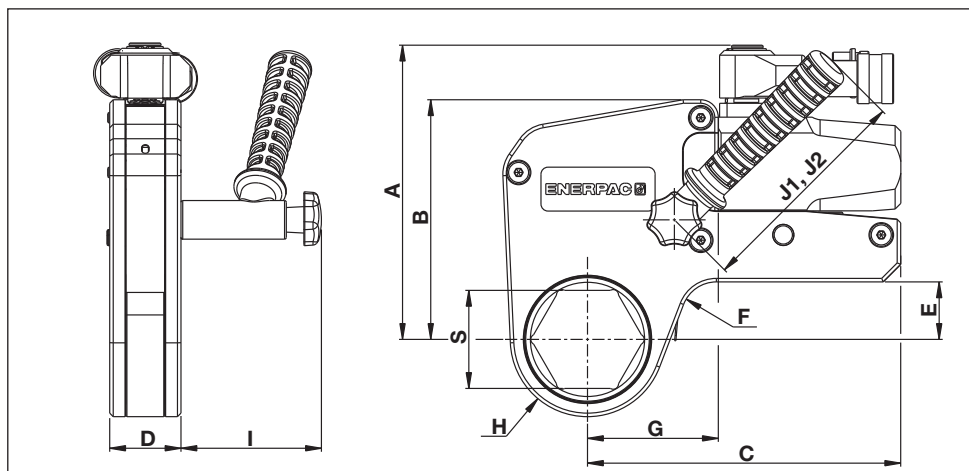

Fig. 22
6.1 Kapasiteter, mål og ytterligere produktdata (Fig. 22)
6.2.1 Tabell metrisk system – W2000X, W4000X og W8000X-seriene kassetter (se Fig. 22 for plasseringer av mål S, H og G)